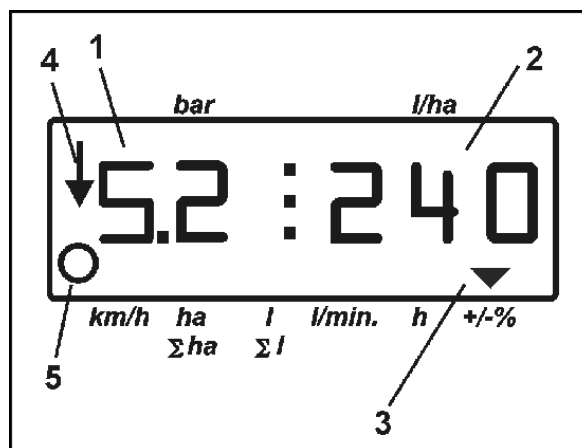

Рис. 13
- Під час обприскування відображається робочий екран. Рис. 13/...
- Тиск розпилення (1)
- Миттєва норма внесення (2)
- Машина в робочому положенні (4)